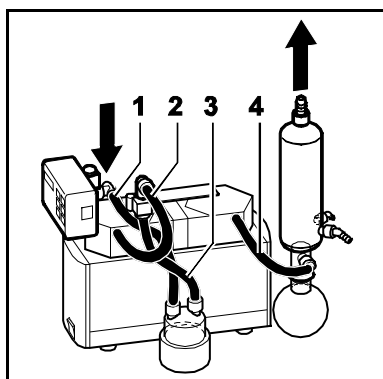

Fig. 17 : Raccordement système SC
4	Tuyaux (voir Fig. 17) <ul style="list-style-type: none"> ▪ Résistent au fluide utilisé ▪ Diamètre intérieur 10 mm ▪ Longueurs : (1, 4) environ 220 mm, (2) environ 300 mm, (3) environ 150 mm
5. Raccorder le système (voir Fig. 17).